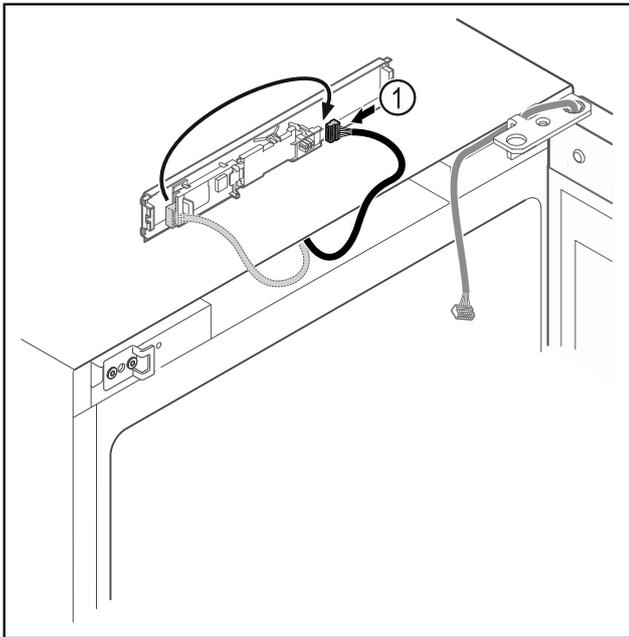

Fig. 18
- Vuelva a conectar el conector Fig. 18 (1) a la placa de circuitos.